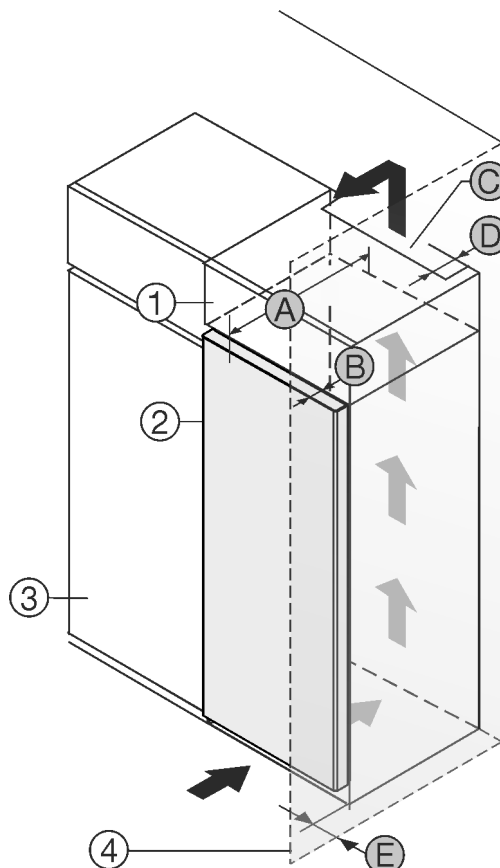

Fig. 1
U kunt het apparaat direct naast de keukenkast Fig. 1 (3) opstellen.
Aan de achterzijde van de opzetkast moet een luchtafvoerkanaal met de diepte Fig. 1 (D) over de volledige breedte van de opzetkast aanwezig zijn.
Onder het plafond moet de ventilatie doorsnede Fig. 1 (C) worden aangehouden.
Als u het apparaat met de scharnieren naast een wand Fig. 1 (4) plaatst, moet de afstand tussen het apparaat en de wand minimaal 13 mm bedragen.
Als u het apparaat met de scharnieren naast een wand Fig. 1 (4) plaatst, moet de afstand tussen het apparaat en de wand minimaal 20 mm bedragen.
Om de deuren volledig te kunnen openen, moet het apparaat overeenkomstig de deurdiepte Fig. 1 (B) ten opzichte van het keukenkastfront uitsteken. Afhankelijk van de diepte van de keukenkasten Fig. 1 (3) en het gebruik van de wandafstandhouders kan het apparaat verder uitsteken.